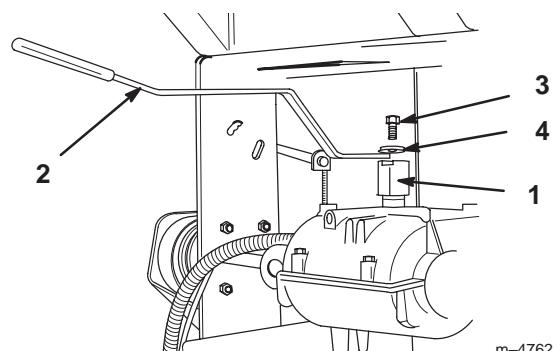

Figure 2
1. Alignez les blocs de montage avec les méplats de l'arbre en haut de la transmission et glissez-les sur l'arbre (Fig. 2).
- Si ce n'est pas le cas, enlevez le levier et pliez-le légèrement pour le régler (Fig. 2).